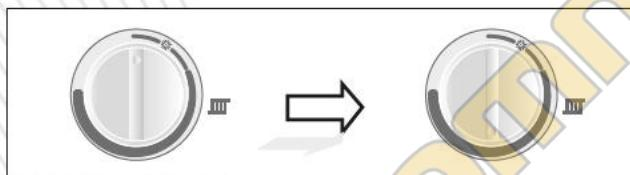

Рисунок 5
1. Регулятор температуры системы отопления (CO):
Температура воды системы отопления (CO) может быть установлена посредством поворачивания ручки регулировки (CO) на контрольной панели (Рис.5). Выбранное с её помощью значение определит температуру воды, поступающую в радиаторы. При использовании радиаторов, температура может быть установлена в диапазоне от минимального значения 38°C до максимального 85°C, тогда как при отоплении системою